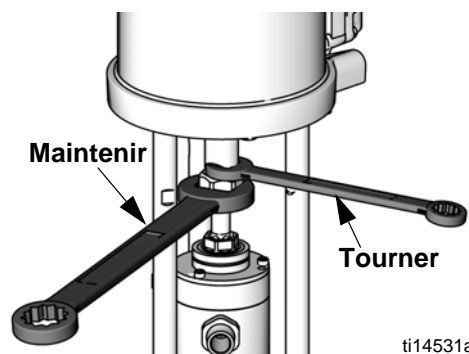

FIG. 7. Desserrez l'écrou d'accouplement.
3. Maintenez l'écrou d'accouplement (7) à l'aide d'une clé. Utilisez une autre clé pour tourner l'axe du moteur. Pour ne pas endommager le chapeau supérieur des soufflets et le joint en forme de D, **ne tournez pas l'écrou d'accouplement**. Consultez la FIG. 7.